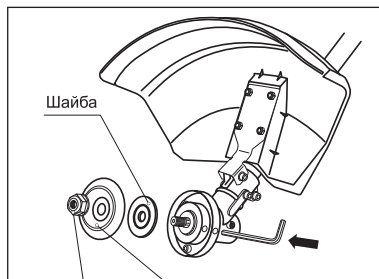

рис. 9
1. Совместите отверстия в чашке редуктора и фланцевой шайбе. Вставьте металлический стопорный стержень или шестигранный ключ из комплекта поставки в отверстия чашки редуктора и фланцевой шайбы. Вращая гайку по часовой стрелке, снимите ее, а также чашку и шайбу со шпинделя редуктора (рис. 9).
1. Совместите отверстие во фланцевой шайбе с отверстием в чашке редуктора (рис. 9). Вставьте металлический стопорный стержень в отверстие чашки редуктора и в отверстие фланцевой шайбы.